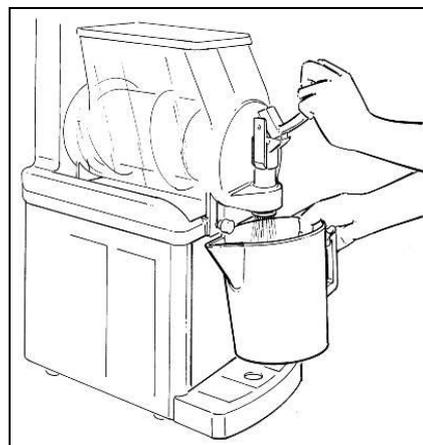

Fig. 4
- **S**vuotare la vasca e ripetere le stesse operazioni finché dalla stessa non esce acqua limpida (fig.4).